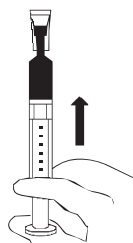

図4
8. シリンジを上に向け、指ではじいて気泡をシリンジ先端に移動させます。プランジャをゆっくりと押し進めると、フィルタから空気が排出されます。フィルター・プロの内部が血液で満たされたら、プランジャを押すのを止めます（図4）。
7. シリンジを上に向け、指ではじいて気泡をシリンジ先端に移動させます。プランジャをゆっくりと押し進めると、フィルタから空気が排出されます。フィルター・プロの内部が血液で満たされたら、プランジャを押すのを止めます（図4）。
6. シリンジを上に向け、指ではじいて気泡をシリンジ先端に移動させます。プランジャをゆっくりと押し進めると、フィルタから空気が排出されます。フィルター・プロの内部が血液で満たされたら、プランジャを押すのを止めます（図4）。